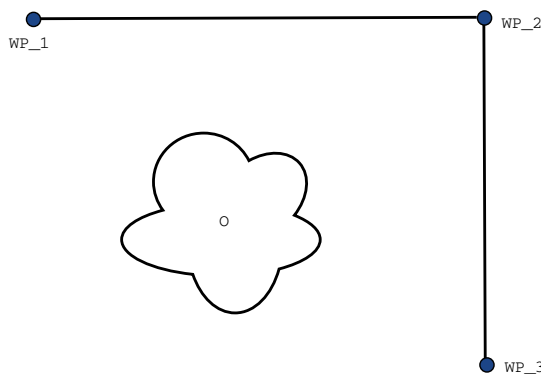

Figure 15.2: WP\_1: 初期位置、WP\_2: 通過点、WP\_3: 持ち上げ位置、0: 障害物。
例 ピッキングのアプリケーションを例として考えた場合、(図15.2参照)、ロボットは現在ウェイポイント1 (WP\_1) にあり、ウェイポイント3 (WP\_3) で対象物を持ち上げる必要があります。対称物やその他の障害物との衝突を避けるため (0)、ロボットは WP\_3 にウェイポイント2 から来る方向で接近する必要があります (WP\_2)。つまり、ウェイポイントは要件を満たすパスを作り出すために導入されています。